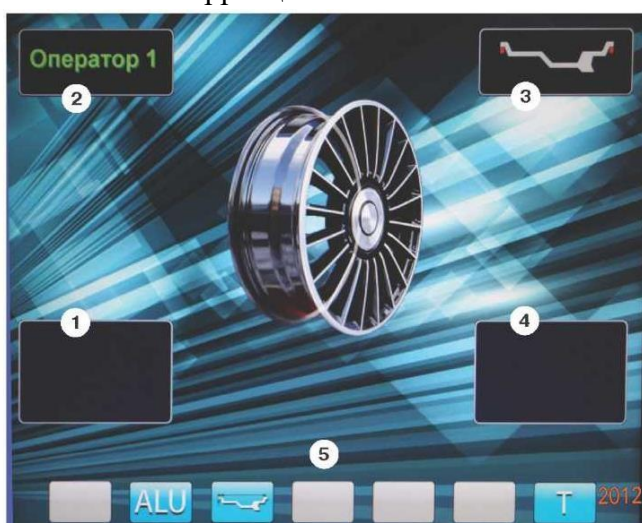

рис.8.2.
8.3. После включения питания СБ на экране монитора отображается фирменная заставка, которая через несколько секунд сменяется отображением экрана основного рабочего режима (рис. 8.2).
размеров колеса установился экран ввода геометрических параметров, необходимо перейти в экран основного рабочего режима нажатием кнопки «STOP». Для выбора нужной схемы нажмите кнопку верхнего ряда клавиатуры с соответствующим номером. Выбранная схема установки грузов отображается в окне 3 экрана основного рабочего режима (рис. 8.2).